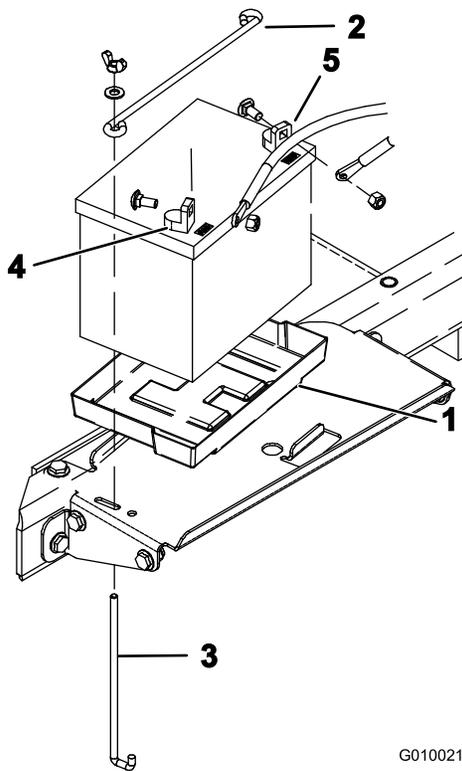

Bild 50
- A. Entfernen Sie die Batteriehalterung und die Klemmstangen, mit denen die Batterie im Batteriefach befestigt ist (Bild 50).
6. Setzen Sie die Batterie in das Batteriefach ein, wie in **Bild 50** dargestellt.